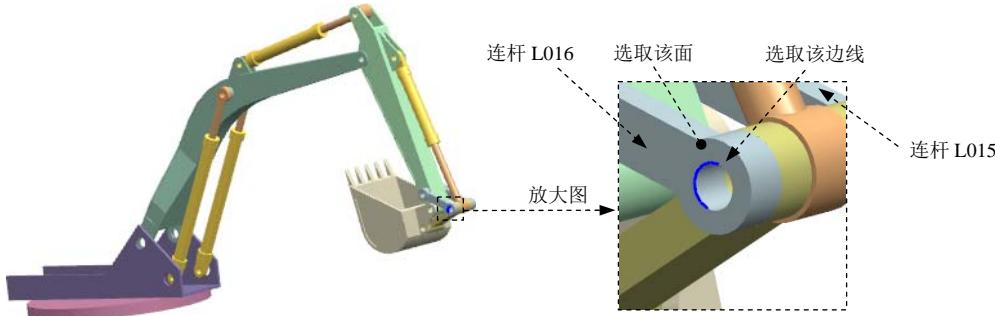

图 10.8.36 定义固定副（一）
(1) 定义运动副类型。在“运动副”对话框 **定义** 选项卡的 **类型** 下拉列表中选择 **固定** 选项。
(2) 选择连杆。选取图 10.8.36 所示的连杆 L016。
(3) 定义原点及矢量。在“运动副”对话框的 **指定原点** 下拉列表中选取“圆弧中心” **◎** 选项，在模型中选取图 10.8.36 所示的圆弧为定位原点参照；选取图 10.8.36 所示的面作为矢量参考面。
(4) 添加啮合连杆。在“运动副”对话框的基本区域中选中 **啮合连杆** 复选框，单击 **选择连杆 (0)**，选取图 10.8.36 所示的连杆 L015。
(5) 定义啮合连杆原点及矢量。在“运动副”对话框基本区域的 **指定原点** 下拉列表中选取“圆弧中心” **◎** 选项，在模型中选取图 10.8.36 所示的圆弧为定位原点参照；选取图 10.8.36 所示的面作为矢量参考面。
(6) 单击 **确定** 按钮，完成第二十个运动副的添加。